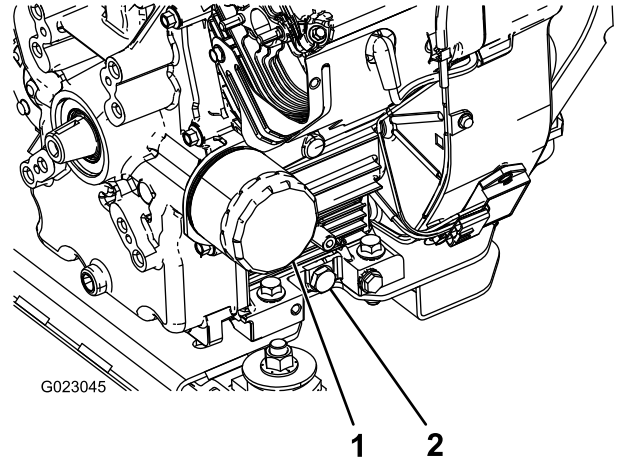

Рисунок 41
5. Снимите маслосливную пробку (Рисунок 41).
2. Извлеките масляный фильтр (Рисунок 41).
резиновой прокладки с переходником фильтра, после этого затяните фильтр, повернув его еще на пол-оборота (Рисунок 41).